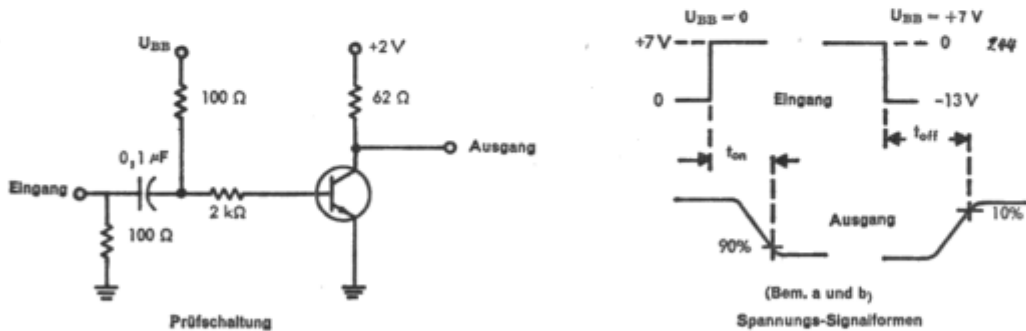

Bild 1 — Ein- und Ausschaltzeiten
- b) Signalformen (Bild 1) auf einem Oszillographen mit folgenden Daten betrachtet: $t_r \leq 1 \text{ ns}$, $R_{\text{eing}} \geq 100 \text{ k}\Omega$.